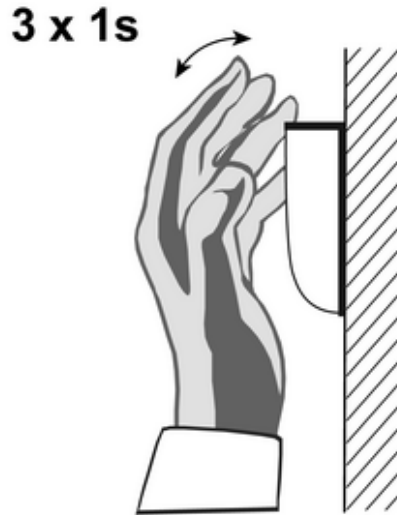

Figure 2
- Pendant une période de 9 secondes, recouvrir au moins trois fois le détecteur de mouvement avec la main pendant env. 1 seconde (figure 2).